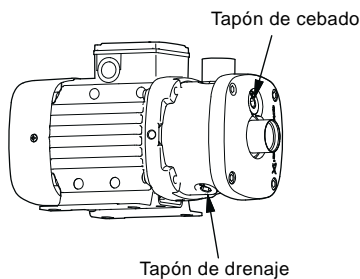

Fig. 11 Tapones de la camisa de la bomba
3. Retire el tapón de cebado. Consulte la fig. 11.
Retire los tapones de cebado y drenaje. Consulte la fig. 11.